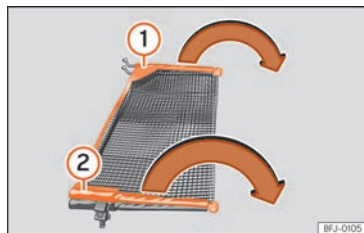

Fig. 131 Desdobrar a rede de separação.
»» **Fig. 131** ① e ② da rede no sentido das setas até ouvir um «clique».